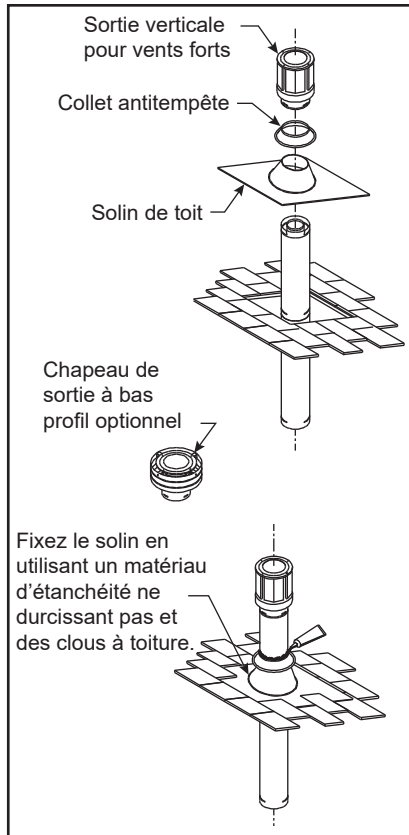

Figure 3.37
Vérifiez que les matériaux de la toiture recouvrent les bords du solin (figure 3.37). Vérifiez que vous disposez au moins
**Étape 8** – Glissez le collet antitempête sur la section de conduit et poussez-le vers le bas jusqu'à ce qu'il repose sur le solin (figure 3.37). Utilisez du mastic non durcissant entre le collet antitempête et la section de conduit.